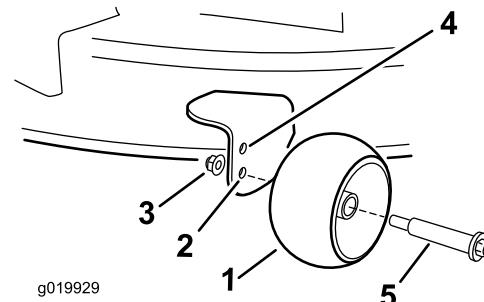

Figura 22
- Taladro superior – utilice esta posición cuando la carcasa de corte está en la posición de altura de corte de 63 mm (2½") o menos (Figura 22).
- Taladro inferior – utilice esta posición cuando la carcasa de corte está en la posición de altura de corte de 76 mm (3") o más (Figura 22).